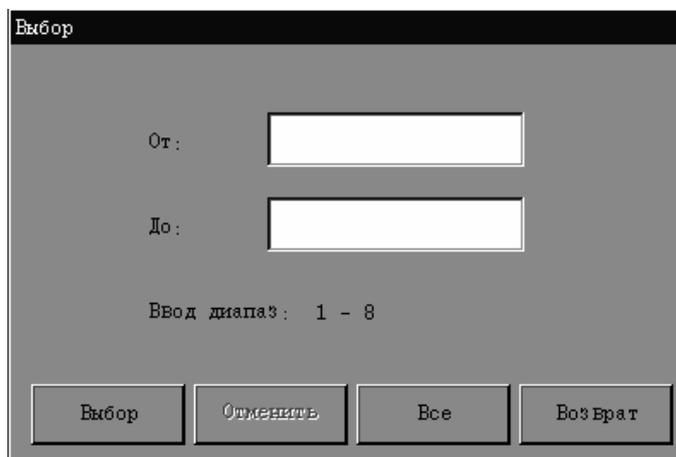

Рисунок 7-5 Диалоговое окно «Выбор»
1. На экране «**Просмотр таблицы**» экрана базы данных проб, **НАЖМИТЕ** кнопку «**Выбрать**». Откроется диалоговое окно (Рисунок 7-5).